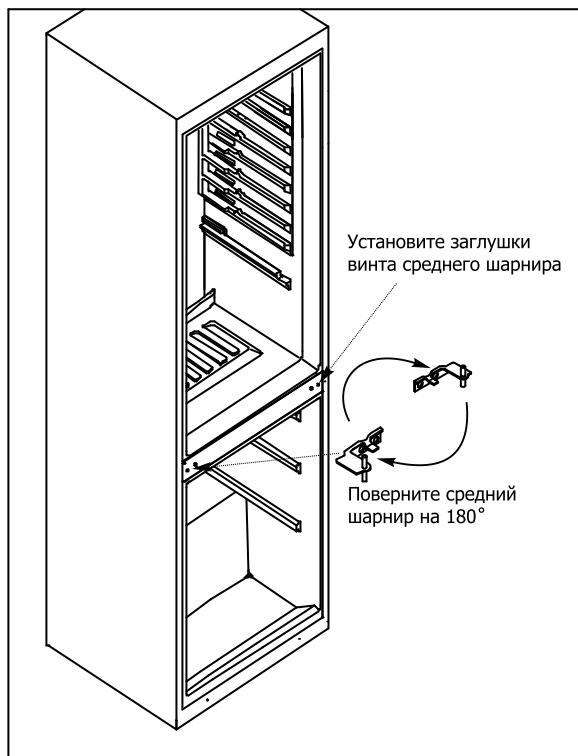

Рисунок 7.
**6** - Поверните средний шарнир на 180°. Установите двери морозильной и холодильной камер вместе со средним шарниром. (Повторяйте действия, описанные в пункте 2 в обратном порядке). Зафиксируйте средний шарнир, плотно закрутив винты (Рис. 7). Установите две заглушки винта среднего шарнира в отверстия на правой стороне.